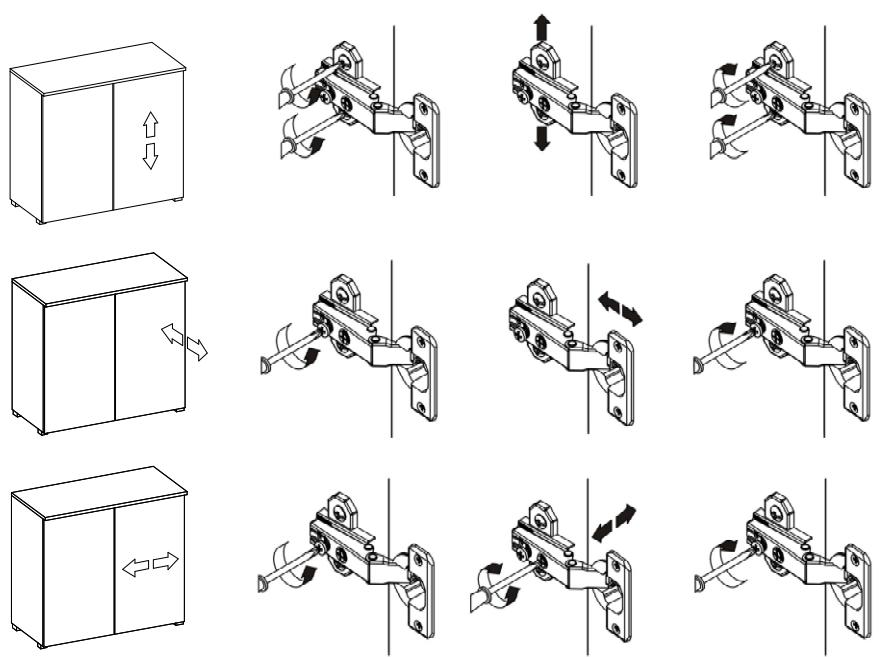
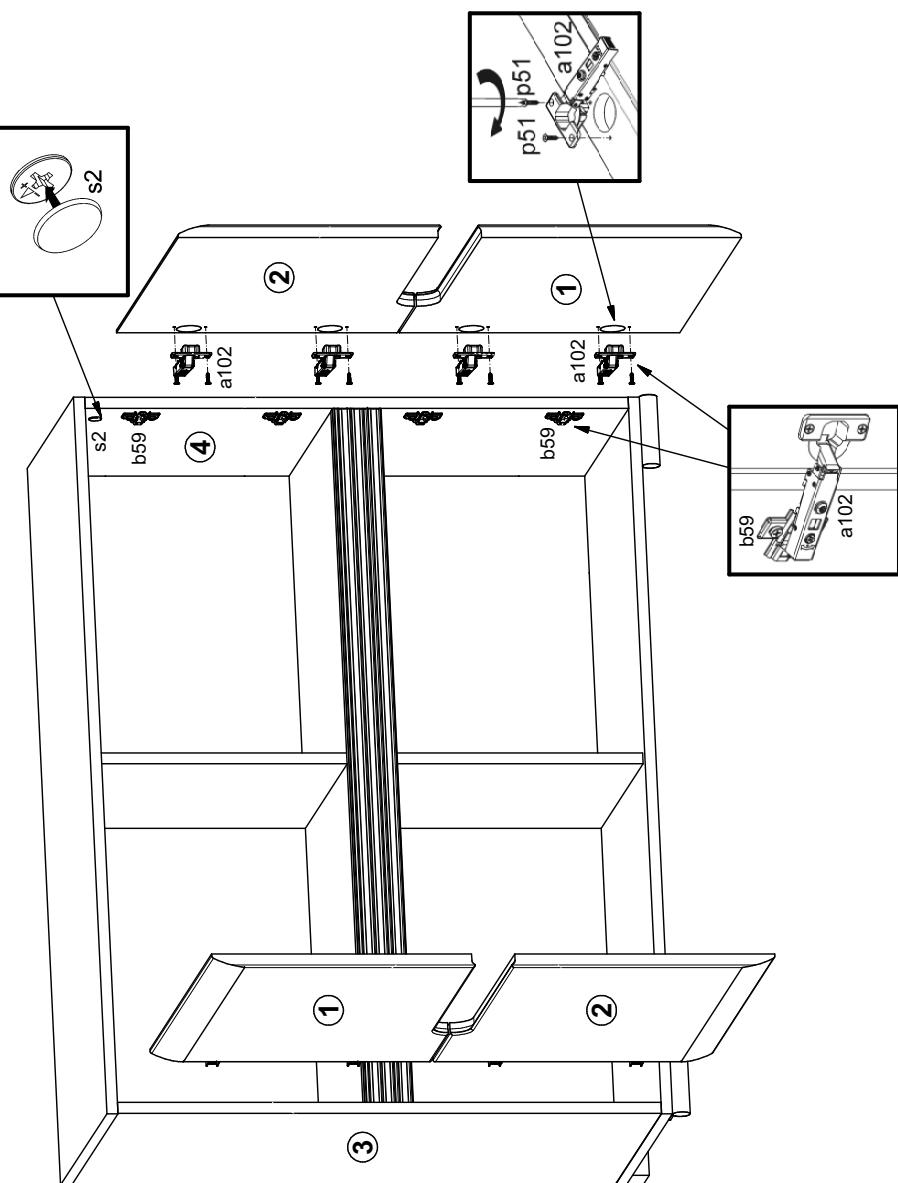

Рисунок 9
Рисунок 8
4.13. Положить двери **1, 2** фасадной поверхностью вниз на ровную поверхность и закрепить на них петли шарнирные **a102** шурупами **p51** (см.рис.8).
4.14. Навесить двери **1, 2** на корпус тумбы, совместив петли шарнирные **a102** с ответными планками петель **b59**. (см. рис.8). При необходимости отрегулировать положение дверей, вращая регулировочные винты (см. рис.9).